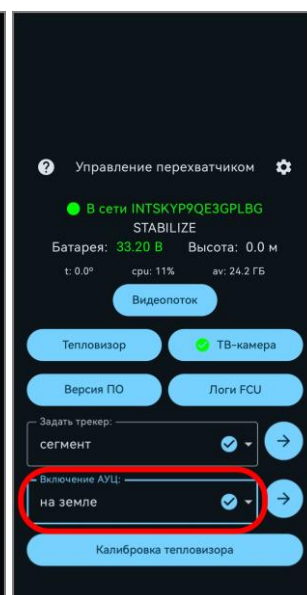

Рисунок 26
- убедиться, что выбранный режим отображается в качестве текущего и имеет отметку ✓ (рисунок 26).